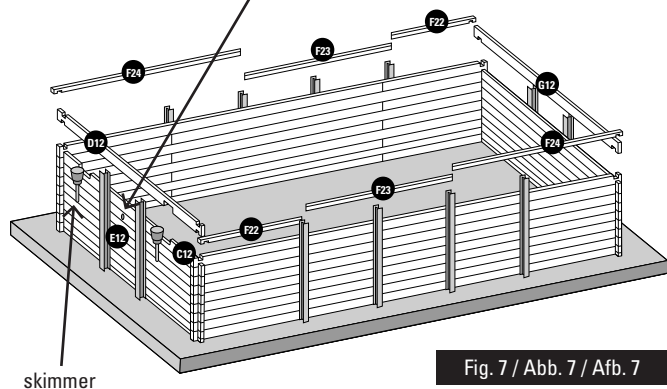

Fig. 7 / Abb. 7 / Afb. 7
**EN Skimmer:** • Place the specific boards of the skimmer facing the prevailing winds. Boards (C12) and (D12) will always be placed over a panel starting by board (B12) (figure 7). • The skimmer will not be stable until the pool is filled. **The skimmer (with its flap) is fitted as the same time as the finishing board.**
**FR Skimmer:** • Placez les madriers spécifiques au skimmer face aux vents dominants. Les madriers (C12) et (D12) se positionnent toujours sur un panneau commençant par un madrier (B12) (figure 7). • Tant que le bassin n'est pas rempli, le skimmer ne sera pas stable. **Le skimmer (avec son volet) s'emboîte en même temps que le madrier de finition.**
**NL Skimmer:** • Plaats de planken die specifiek voor de skimmer zijn met het gezicht op de overheersende windrichting. De planken (C12) en (D12) worden altijd op een paneel geplaatst en er wordt begonnen met plank (B12) (afbeelding 7). • Zolang het zwembad niet is gevuld, zal de skimmer niet stabiel zijn. **De skimmer (samen met zijn afsluiter) wordt op het zelfde moment ertussen gezet als de plank voor de afwerking.**